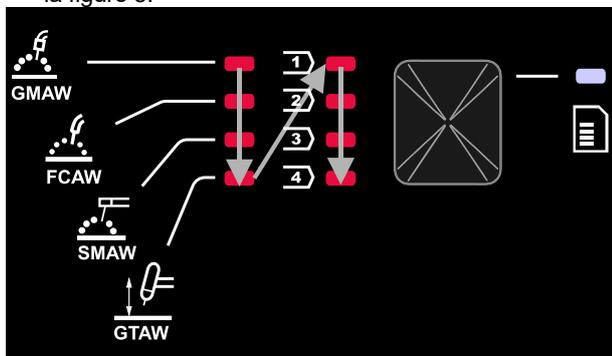

Figure 5
- Appuyer à nouveau sur le bouton gauche [27], l'indicateur de programmes de soudage (28 ou 29) passe au programme suivant dans l'ordre indiqué sur la figure 5.